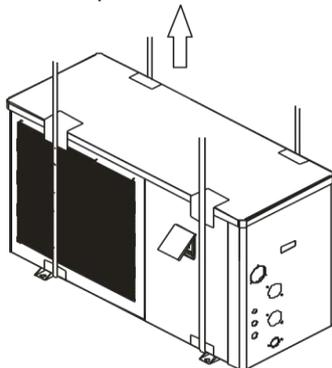

Рисунок 6 Схема подъема
- Пожалуйста, используйте четыре или более мягких подъемных ремней для перемещения комплектов **Рисунок 6**.